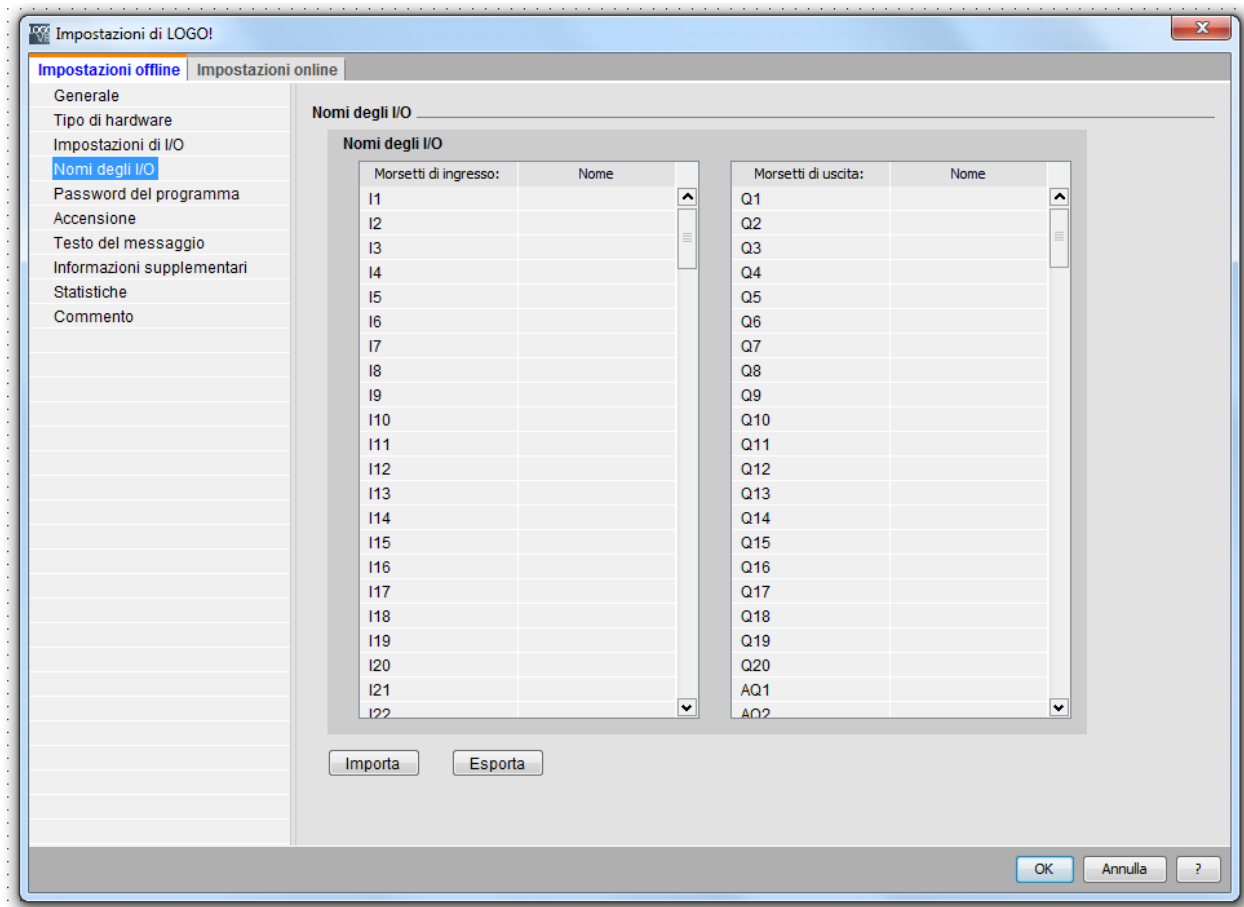

Figura 11
- *Nome degli I/O*: impostare nome degli ingressi e delle uscite; con il tasto esporta è possibile salvare in formato CSV il record dei nomi, con il tasto importa è possibile importare dal proprio PC a LOGO!Soft Comfort il file .csv contenente le informazioni sui nomi degli ingressi e delle uscite (Figura 11)